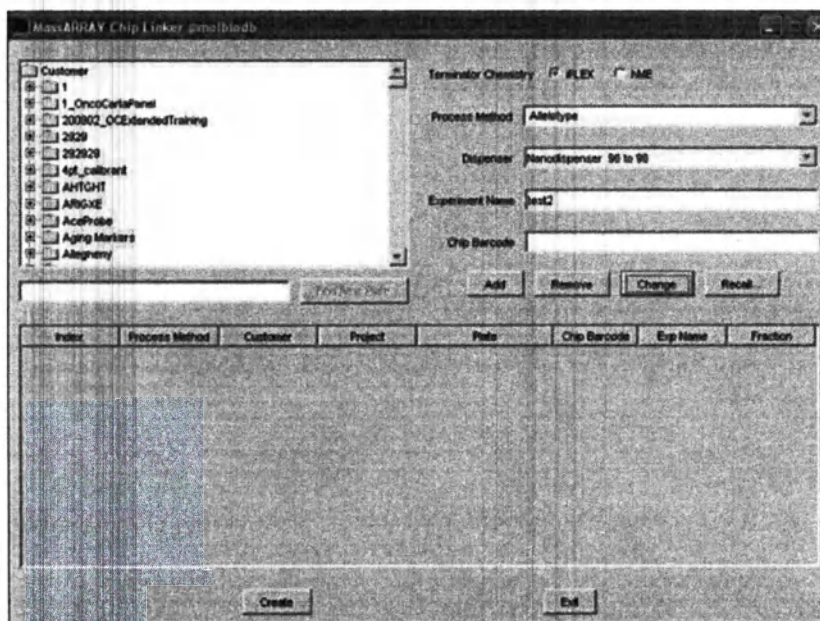

Рис. 3.2. Окно Chip Linker
3. Нажать «**Connect**» (Подключиться). Откроется окно Chip Linker (Рис. 3.2).